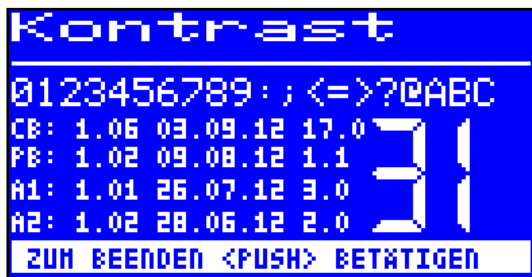

Abbildung 2. Firmware-Versionen im Kontrast-Menü
- Drücken Sie den i-OP und halten Sie diesen gedrückt, bis die Anzeige wechselt. Die Anzeige sollte nun der in Abbildung 2 gleichen.